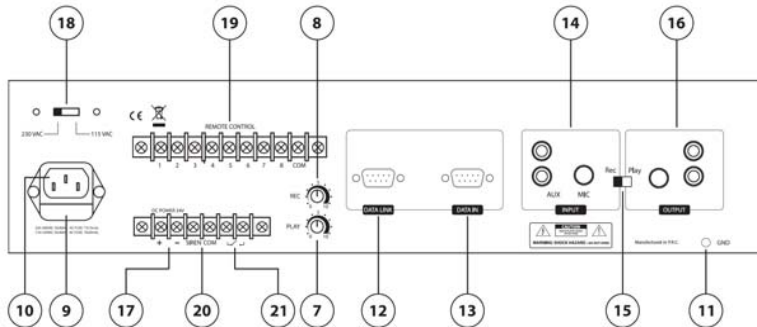

fig.2
Per alimentare l'unità di potenza connettere, nella posizione 18 di **fig.2**, il cavo fornito in dotazione.
- Al fine di prevenire eventuali malfunzionamenti è consigliabile non utilizzare contemporaneamente l'alimentazione di rete (230 Vac) con quella in continua (24 Vdc). Per accedere ai morsetti d'alimentazione a 24 Vdc (**fig.2**) rimuovere il coperchio di protezione svitando le rispettive viti.
Posizionare il selettore posteriore (**fig.2** rif.15) su “**PLAY**”, attivando un qualunque tasto Message1 - Message8 o SIREN (**fig.1** rif.3/2), viene riprodotto il relativo messaggio preregistrato.
Posizionare il selettore posteriore (**fig.2** rif.15) su “**REC**”, attivando un qualunque tasto Message1 - Message8 (**fig.1** rif.3/2), è possibile registrare in memoria il messaggio desiderato.